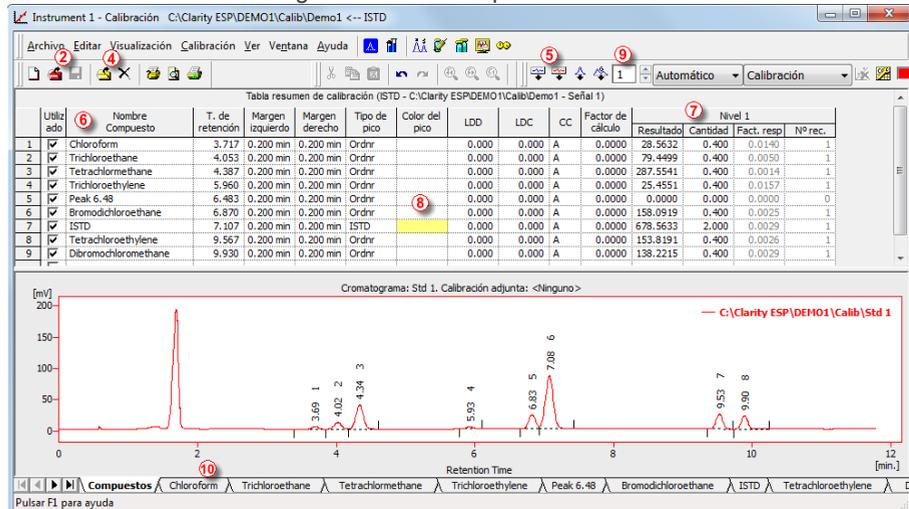

Fig 20: Ventana de calibración - patrón cargado
- Ponga el nivel de calibración a 1 en el campo *Nivel actual*. Usar el icono *Añadir todos* (azul) para desplazar todos los picos identificados a la tabla de calibración. La tabla de calibración aparece en la ventana de **Calibración** lista para ser completada, tal como se ve en la **Fig 20** en la **pág. 30**.
- Tal como puede verse en la calibración los picos están identificados sólo por sus tiempos de retención. Haga clic y edite los campos en la columna *Nombre del compuesto* para los que se ven en la **Fig 20** en la **pág. 30**. También se puede establecer el color de los picos, por ejemplo el pico ISTD en la columna *Color del pico*.
- en el campo *Nivel actual* field ⑨ a 2 y use el icono (azul) *Añadir todos*  ⑤. Rellenar la columna *Cantidad* con el valor 1.0 (excepto el pico 6 en el cual se debería usar el valor 2 de nuevo).
- Fijar el tercer nivel de calibración con el archivo STD 3.PRM y la *Cantidad3.0* y el cuarto nivel (archivo STD 4.PRM, *Cantidad5.0*) excepto el pico Estándar Interno (*Cantidad2* en cada caso). En las pestañas de compuestos individuales ⑩ se puede ver la calibración lineal de 4 puntos. Guardar el archivo de calibración con el icono *Guardar calibración*  ② con el nombre CALIBDEMO.CAL en el directorio predeterminado.